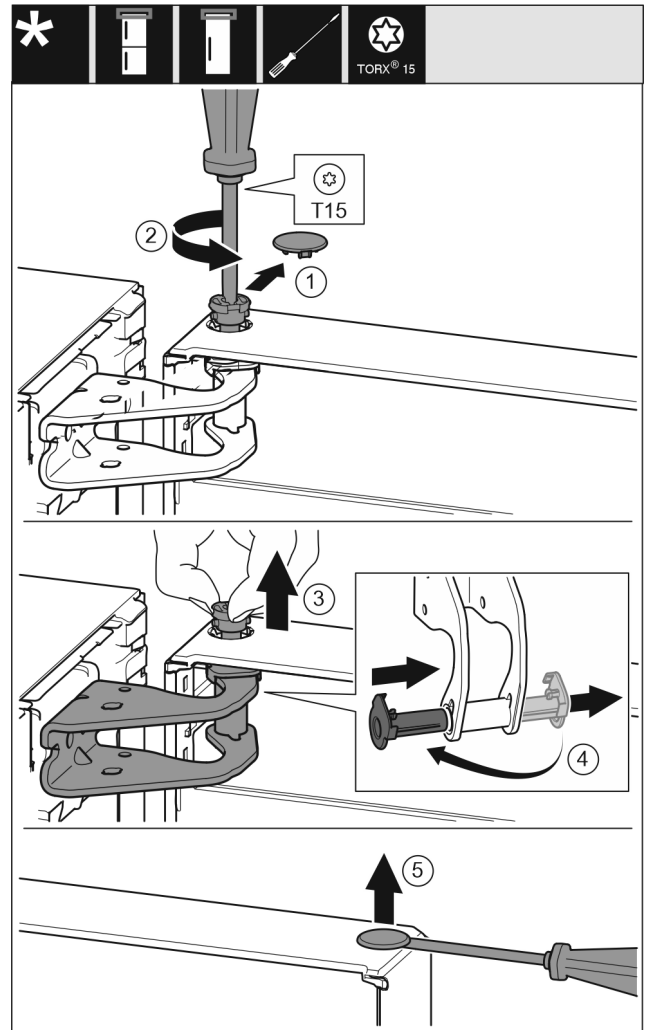

Fig. 6
- Enlever délicatement le cache de sécurité. Fig. 6 (1)
- Dévisser légèrement le boulon avec un tournevis T15. Fig. 6 (2)
- Tenir fermement la porte et sortir le boulon avec les doigts. Fig. 6 (3)
- Tirer la douille de palier en dehors du guide. La mettre de l'autre côté et l'enclencher. Fig. 6 (4)
- Soulever délicatement le bouchon en dehors de la douille de palier de porte avec un tournevis plat et le sortir. Fig. 6 (5)